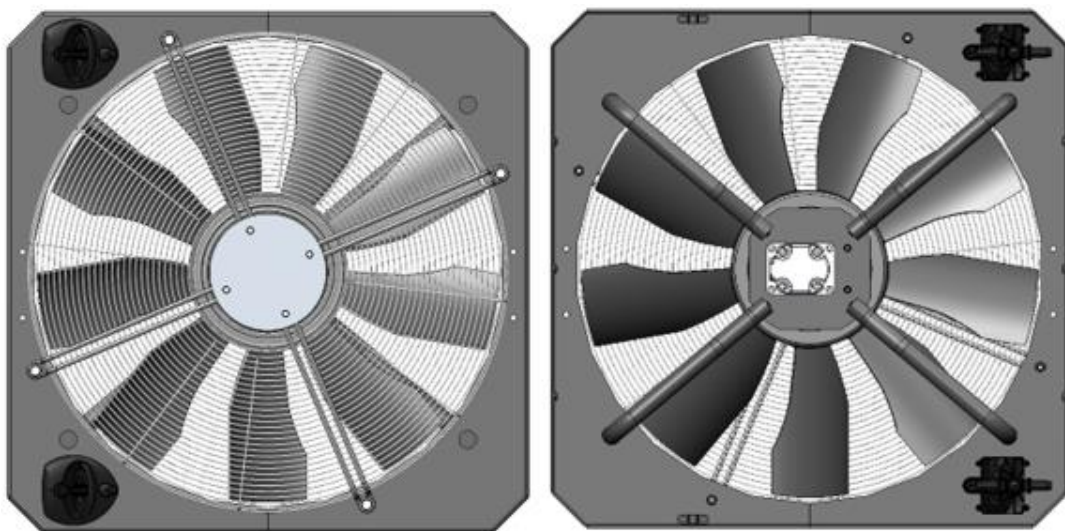

Рисунок 3.81. Крыльчатка вентилятора
- ▶ Осмотреть крыльчатку вентилятора на наличие повреждений рис. 3.81.